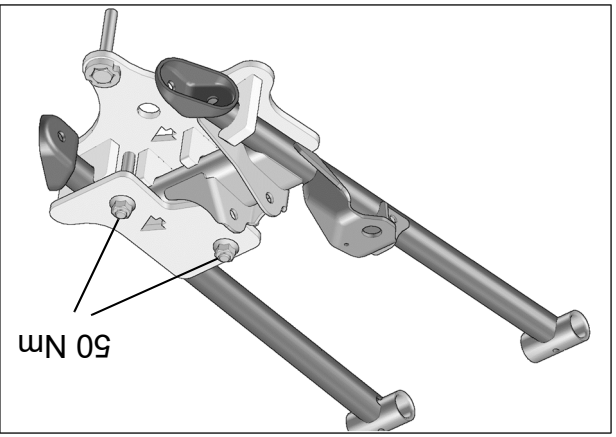

Fig. 9
8. Serrer l'assemblage à un couple de 50 N•m [37 lb•pi]. Voir la Fig. 9